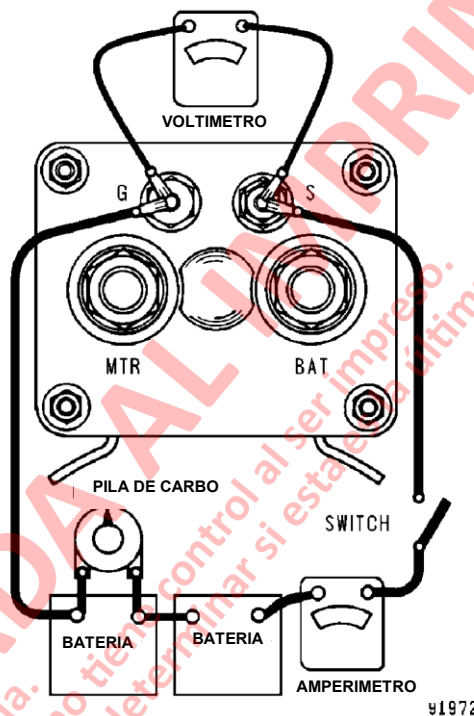

FIGURA 2-7. PRUEBA DE SOLENOIDE CONTENIDO EN DEVANADO
1. Con todos los cables desconectados del solenoide, hacer las conexiones de prueba como se muestra en el solenoide, el switch terminal y el segundo switch terminal "G", para chequear la postura del devanado. (FIGURA 2-7).
4. Para verificar las tierras, mueva el cable de la batería de "G" (FIGURA 2-7) y de "MTR" (FIGURA 2-8) para el caso de solenoide. Amperímetro debe marcar cero. Si no está conectado a tierra de la bobina.